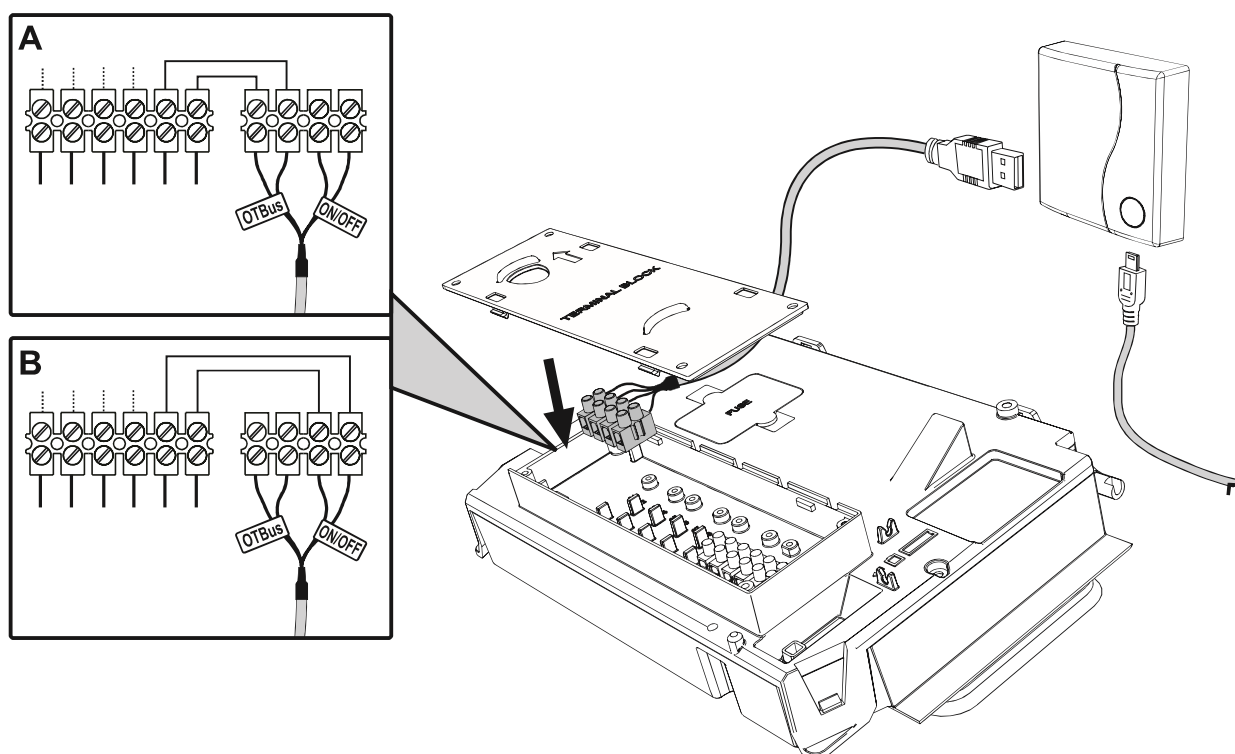

fig. 1
**Option OpenTherm (A fig. 1) :** connectez les deux terminaux du récepteur portant l'étiquette **OTBus** à la chaudière qui supporte le protocole OpenTherm. Dans ce cas, davantage d'informations sur l'état de la chaudière sont disponibles (voir "5.7.1 Opérations de base" page 99.).
**Option On-Off (B fig. 1) :** connectez les deux terminaux du récepteur portant l'étiquette **ON/OFF** aux chaudières qui ne sont pas compatibles OpenTherm.